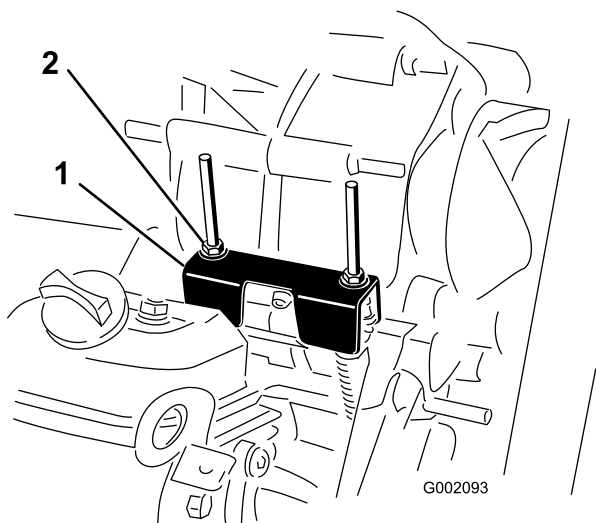

Figura 61
Para realizar operaciones de mantenimiento de rutina y/o diagnósticos del motor, debe ponerse el transeje en PUNTO MUERTO (Figura 61). El selector de marchas de la máquina dispone de una posición de PUNTO MUERTO, que controla el punto muerto del transeje. Deben tomarse las siguientes medidas para asegurarse de que la palanca de cambios acciona correctamente el punto muerto del transeje:
2. Asegúrese de que la pletina de punto muerto está en posición de PUNTO MUERTO (nivelada respecto al soporte de montaje del cable situado debajo del soporte del cambio de marchas) girando el embrague arrastrado (Figura 61).
3. Gire una de las contratuercas (Figura 61) para obtener un espacio de 0,762 a 1,524 mm entre la parte inferior de la tuerca/arandela y la pletina de punto muerto.